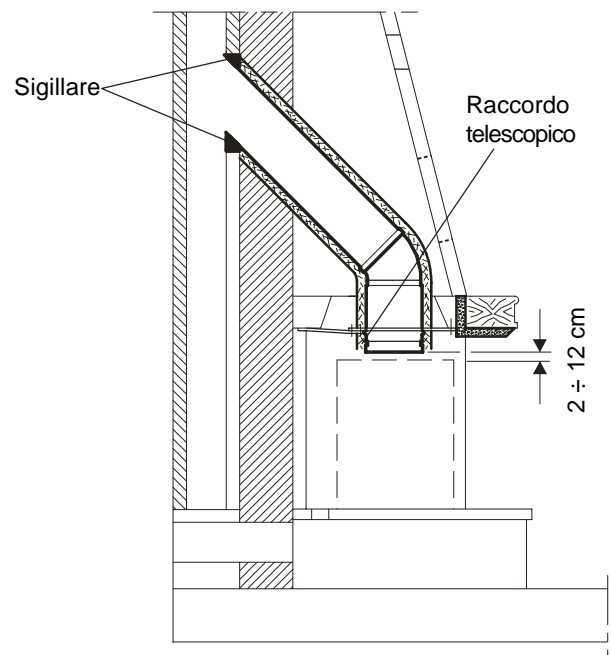

Fig. 6.9
Se non è possibile passare con i tubi tra il caminetto e la cappa, è opportuno agevolarne il collegamento e il montaggio con un foro da praticare sulla cappa stessa (Fig. 6.9)
- Innestare poi i tubi e le curve sigillando la giunzione con fibra ceramica e malta cementizia (Fig.6.9). Se non si riesce ad inserire i tubi e a fare la stuccatura dal basso è necessario forare la cappa del caminetto esistente.
L'innesto alla canna fumaria o la sezione di passaggio nell'anello precappa devono essere perfettamente sigillati (Fig. 6.9).